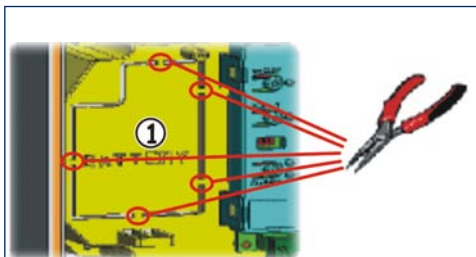

Fig. 4
Le kit batterie tampon a été réalisé pour être introduit à l'intérieur du support de la platine électronique. Ce support (réf. ① Fig.4) a été préformé pour permettre l'ouverture du logement de la batterie.